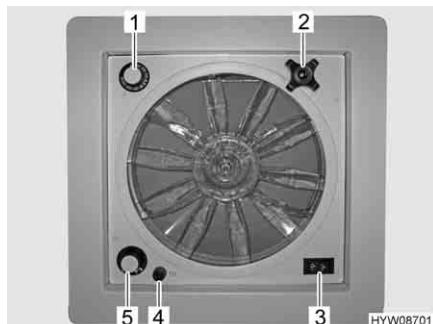

Fig. 67 Oblò con ventilatore
- ▶ Un fusibile da 4 A (Fig. 67,4) protegge da sovraccarico il motore del ventilatore. Se si verifica un sovraccarico: Per prima cosa individuare ed eliminare la causa (ad es. il ventilatore è sporco), poi sostituire il fusibile.
- Ruotare la maniglia girevole (Fig. 67,2), finché non si raggiunge l'angolo di apertura desiderato.
- Portare l'interruttore a levetta (Fig. 67,3) su "Aerazione" (flusso d'aria dall'esterno verso l'interno) o "Sfiato" (flusso d'aria dall'interno verso l'esterno).
- Portare l'interruttore a levetta (Fig. 67,3) sulla posizione centrale.
- Posizionare l'interruttore girevole (Fig. 67,5) sul grado desiderato:
- Ruotare il termostato (Fig. 67,1) fino alla battuta in direzione "blu".
- Ruotare il cappuccio nero (Fig. 67,4) di un quarto di giro in senso antiorario.